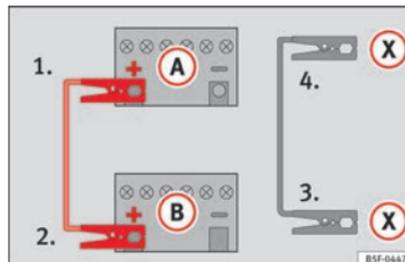

Abb. 77 Anschlussschema für Fahrzeuge mit Start-Stop-System.
– Bei Fahrzeugen mit Start-Stop-System: klemmen Sie ein Ende des schwarzen Starthilfekabels (X) an einer geeigneten Massestelle, an ein mit dem Motorblock verschraubtes massives Metallteil oder an den Motorblock selbst an » Abb. 77.
5. Klemmen Sie das andere Ende des schwarzen Starthilfekabels (X) im Fahrzeug mit der entladenen Batterie an ein mit dem Motorblock verschraubtes massives Metallteil oder an den Motorblock selbst, aber an einer weit von der Batterie (A) entfernten Stelle an.